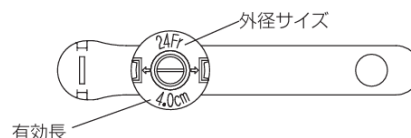

図18
- ・ イディアルボタン ZERO (医療機器承認番号: 30300BZX00210000) : 留置中のボタンの体外固定部に記載されたボタンの有効長と外径サイズを確認し (図 18)、適合するセット品を準備する。